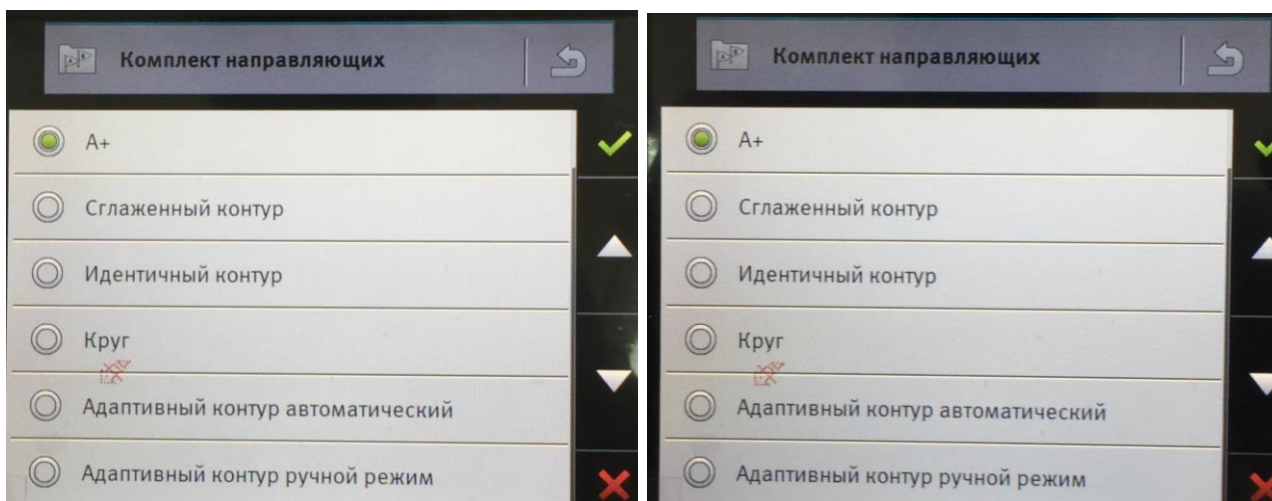

Рисунок 7.20 – Выбор режима управления **A+**
4. Выберите режим **A+** и подтвердите выбор ✓ (рисунок 7.20).